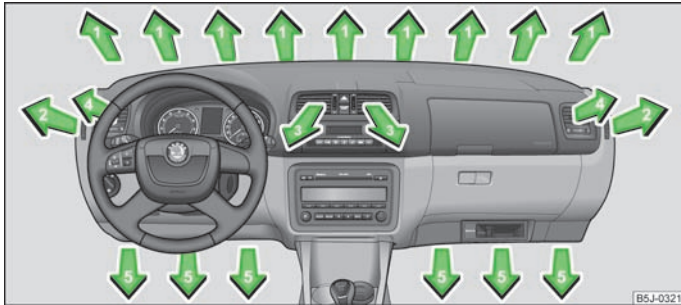
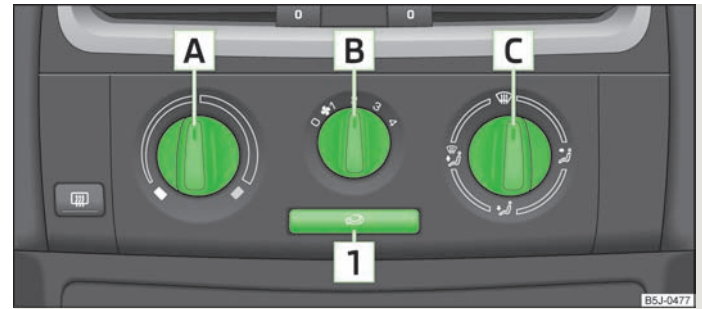

Abb. 71 Luftaustrittsdüsen
Abb. 72 Heizung: Bedienelemente
➤ Das senkrechte Rad (Luftaustrittsdüsen 3) » Abb. 71 bzw. das waagerechte Rad (Luftaustrittsdüsen 4) in die Stellung  $\curvearrowright$  drehen.
➤ Das senkrechte Rad (Luftaustrittsdüsen 3) » Abb. 71 bzw. das waagerechte Rad (Luftaustrittsdüsen 4) in die Stellung 0 drehen.
- Die waagerechten Lamellen mithilfe des verschiebbaren Verstellers schwenken, um die Höhe der Luftströmung zu ändern » Abb. 71.
Die Luftzufuhr für die einzelnen Luftaustrittsdüsen mit dem Luftverteilungsregler [C] » Abb. 72 einstellen. Die Luftaustrittsdüsen 3 » Abb. 71 und 4 können einzeln geschlossen und geöffnet werden.
- Den Drehregler [A] » Abb. 72 nach rechts drehen, um die Temperatur zu erhöhen.
- Den Gebläseschalter [B] » Abb. 72 in eine der Positionen 1 bis 4 drehen, um das Gebläse einzuschalten.
- Mit dem Luftverteilungsregler [C] » Abb. 72 wird die Richtung des Luftaustritts geregelt » Seite 71.
Alle Bedienelemente, außer dem Gebläseschalter [B] » Abb. 72, können auf jede beliebige Zwischenstellung eingestellt werden.
- Bedienelemente **A** » Abb. 72, **B**, **C** und die Taste **1**.
- Die Taste  **1** » Abb. 72 drücken, in der Taste leuchtet die Kontrollleuchte auf.
- Die Taste  **1** » Abb. 72 erneut drücken, die Kontrollleuchte in der Taste erlischt.
Wenn der Luftverteilungsregler **C** » Abb. 72 in der Position  steht, wird der Umluftbetrieb automatisch ausgeschaltet. Durch wiederholtes Drücken der Taste  kann auch in dieser Stellung der Umluftbetrieb wieder eingeschaltet werden. ▶